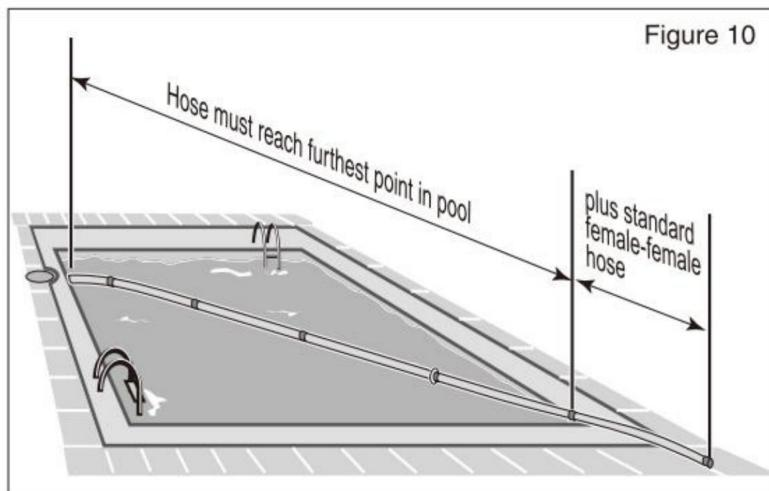

Figure 10
2. Le tuyau doit être suffisamment long pour atteindre l'extrémité de la piscine, plus un tuyau section avant le tuyau femelle-femelle standard, voir la figure 10.